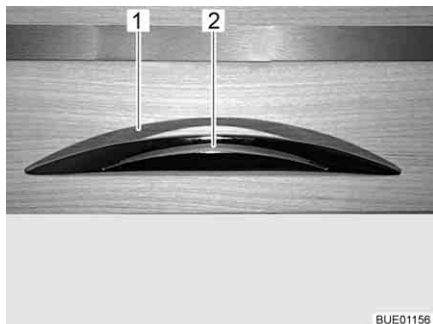

Fig. 49 Sportello del mobile con maniglia di sbloccaggio
- Premere la maniglia di sbloccaggio (Fig. 49,2) e mantenerla premuta.
- Tirare la maniglia di sbloccaggio (Fig. 49,1) finché lo sportello del mobile non si apre.